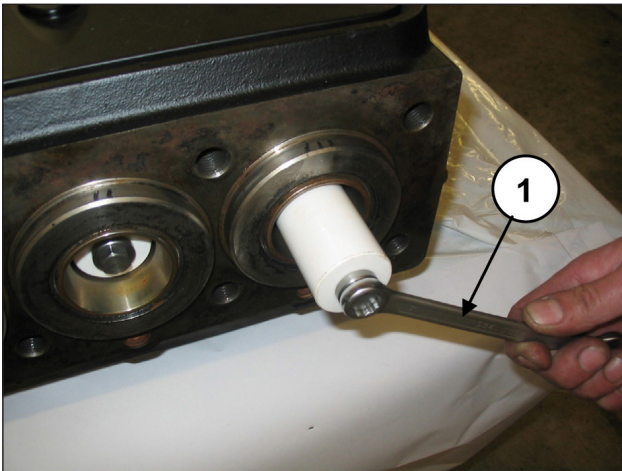

Abb. 151
Demontieren Sie die Kolben durch Abdrehen der Befestigungsschrauben (Pos. ①, Abb. 151). Streifen Sie den Kolben aus dem Dichtungshalter und überprüfen Sie die Kolbenoberfläche auf etwaige Kratzer, Verschleiß- oder Kavitationsanzeichen: